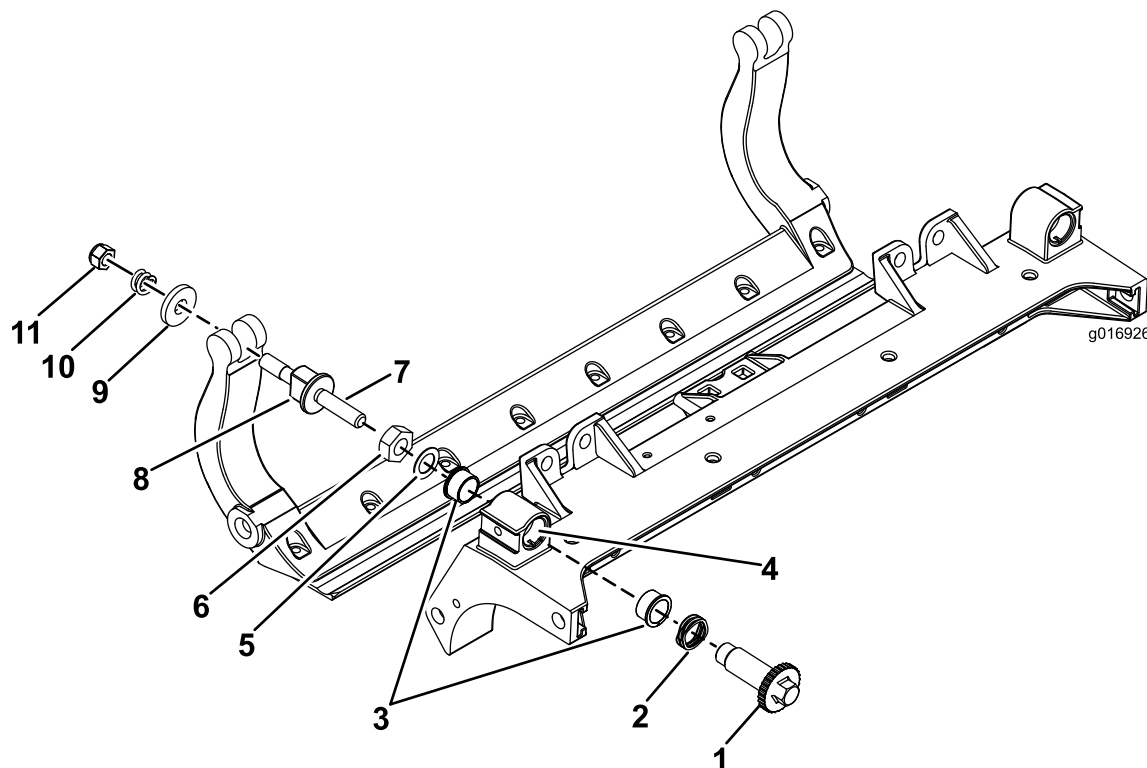

Figure 37
1. Enlevez toutes les pièces (voir les *Instructions d'installation* du kit DPA renforcé et la Figure 37).
2. Appliquez du produit antigrippant à l'intérieur du logement des douilles sur le cadre central de l'unité de coupe (Figure 37).
3. Alignez les clavettes des douilles à embase sur les fentes dans le cadre, et insérez les douilles en place (Figure 37).
4. Posez une rondelle ondulée sur l'axe de réglage et insérez l'axe dans les douilles à embase sur le cadre de l'unité de coupe (Figure 37).
5. Fixez l'axe de réglage avec une rondelle plate et un contre-écrou (Figure 37).
12. Placez une rondelle en acier à l'extérieur de chaque rondelle en nylon (Figure 37).
Remarque: Les rondelles peuvent présenter un espace à l'intérieur (Figure 37).
compression soit complètement comprimé, puis desserrez l'écrou d'un demi-tour (Figure 37).